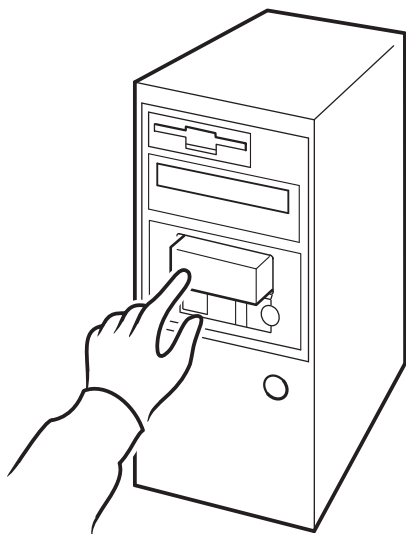

Figura 17a: hp obdr, passo 1
- 1 Insira o mais recente cartucho inicializável na abertura 1 do magazine e coloque-o no autoloader (veja figura 17a). O cartucho deve ser gravados por um aplicativo de backup que grave dados na fita em formato de CD-ROM.